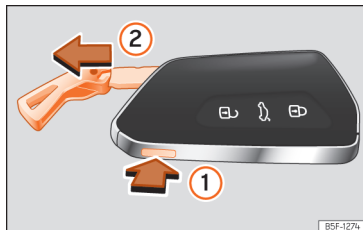

Рис. 70 Ключ автомобіля: розкладання борідки.
- Натисніть кнопку » **рис. 70** ①, щоб вивільнити вушко брелока й мати можливість вийняти борідку ②. Якщо легко натиснути на вушко, воно зафіксується.
- Натисніть кнопку » **рис. 70** ①, щоб розблокувати. Тримачи натиснутої кнопки ①, потягніть вушко в напрямку стрілки » **рис. 70** ② і вийміть борідку з ключа.